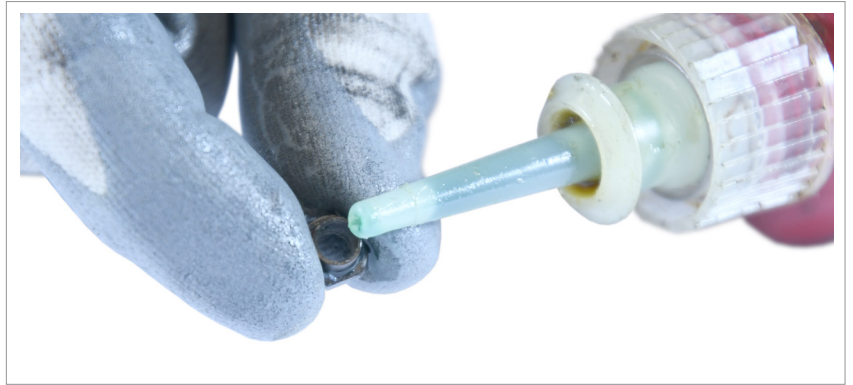

Abb.6
5) Tragen Sie „Loctite forte 2701“ auf die Befestigungsmutter des Schwenkbügels auf (Abb. 6).